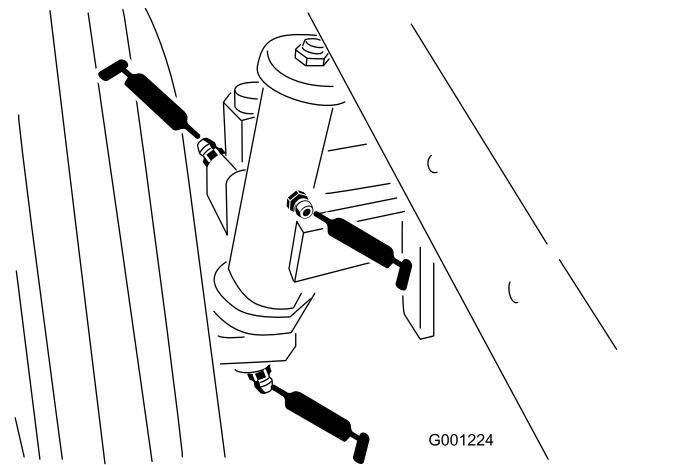

Figura 38
- Boccole dei perni degli assali, ruote posteriori (Figura 38)